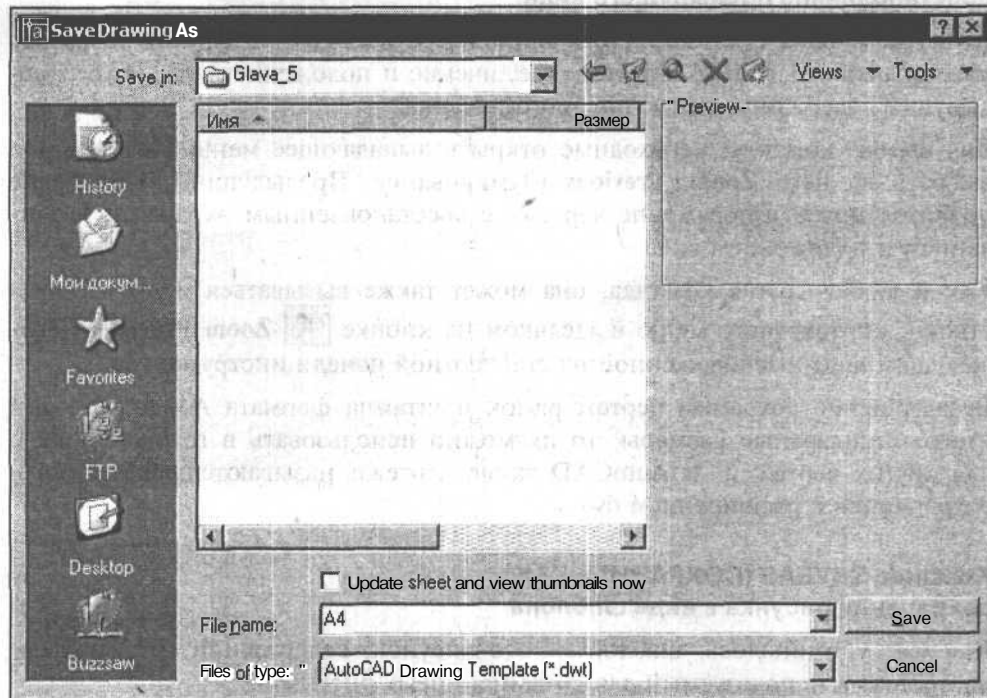

Рис. 5.12. Диалоговое окно сохранения чертежа после выбора расширения шаблона
1. Откройте падающее меню **File** (Файл) и выберите в нем **Save As** (Сохранить как). Появится диалоговое окно **Save Drawing As** (Сохранение рисунка) (рис. 5.12), в котором выполните следующие настройки.
- В списке **File of type** (Расширение) выберите расширение *dwt*. В списке **Save in** (Сохранить в) диалогового окна появится имя стандартной папки программы **Template**, в которой хранятся файлы шаблонов чертежей, имеющиеся в AutoCAD (см. рис. 5.12).